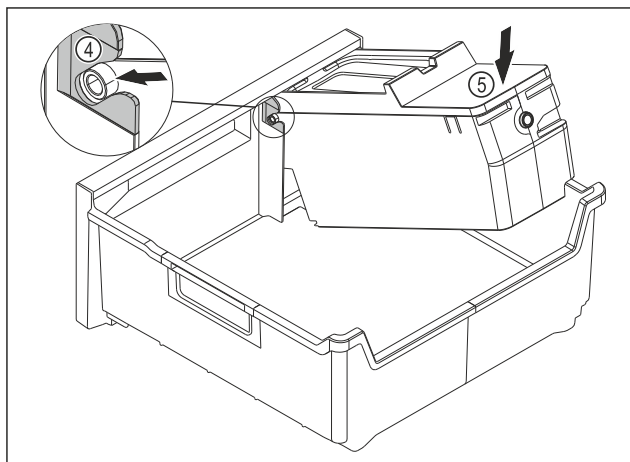

Fig. 145
- Az EasyTwist-Ice egység testének szerelése: Tolja be az EasyTwist-Ice egység testének tengelyeit a vezetőelemekbe Fig. 145 (4).
- Nyomja le az EasyTwist-Ice egység testének Fig. 145 (5) hátsó részét.